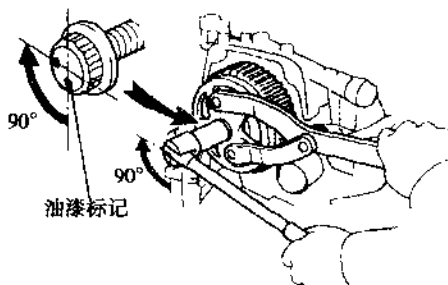

图 1-1-17 作油漆标记
②用油漆在凸轮轴皮带轮安装螺栓上作标记，把凸轮轴皮带轮安装螺栓转 90° 拧紧，油漆标记应转过 90° 角（见图 1-1-17）。